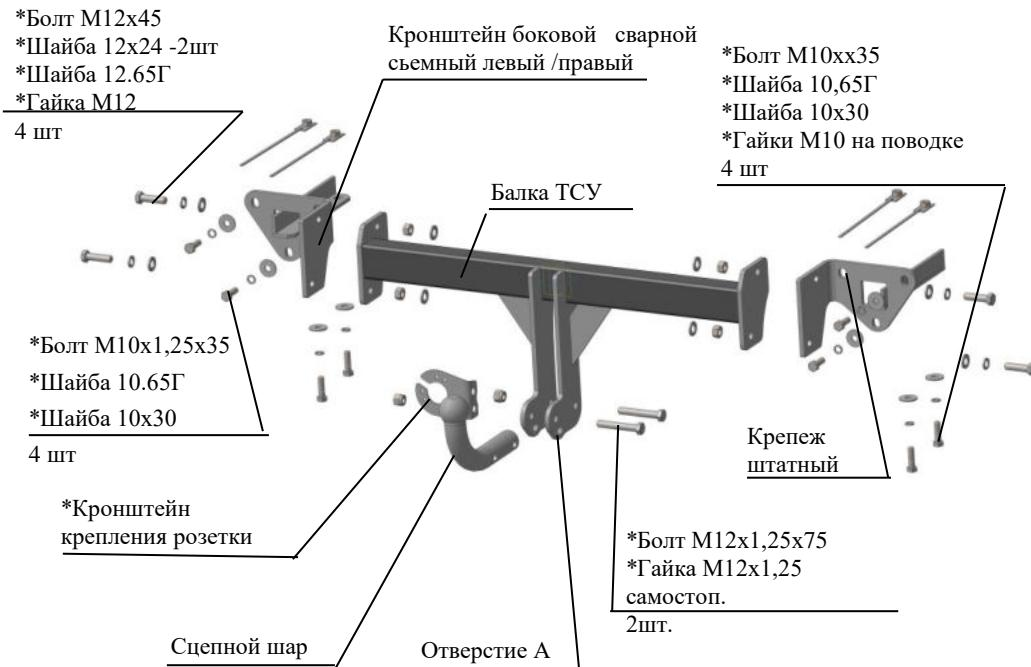

Рис.1 Тягово-сцепное устройство 8502 .
2.1 ТСУ 8502. в сборе (рис.1)	1 шт.
2.2 Пакет с комплектующими (см. рис.1)	1 шт.
4.2 Установить боковые сварные съемные кронштейны в лонжероны а/м (правый и левый соответственно рис.1), закрепить болтами M10x35, подложив под головки болтов шайбы 10.65Г и шайбы 10x30, используя гайки M10 на поводках, а к фартуку а/м закрепить штатным крепежом (см.рис.1) и болтами M10x1,25x35, используя гайки штатные и подложив под головки болтов шайбы 10.65Г и шайбы 10x30. Крепеж не затягивать.